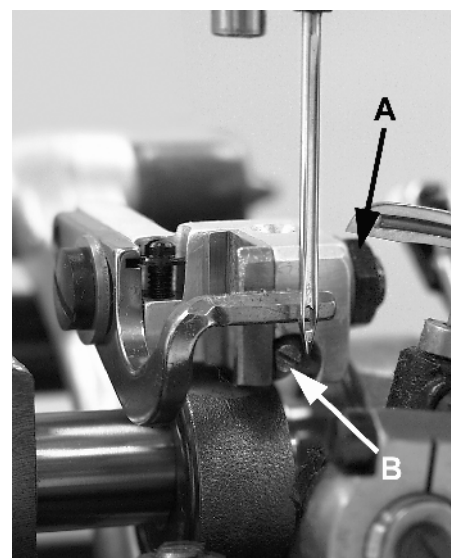

Fig 10
El ajuste de nivelación se efectúa soltando la tuerca (A, Fig. 10) y girando el tornillo (B) en sentido de reloj para bajar la parte delantera del diente alimentador, girando contra el reloj tiene efecto contrario. Después apriete la tuerca (A) otra vez.